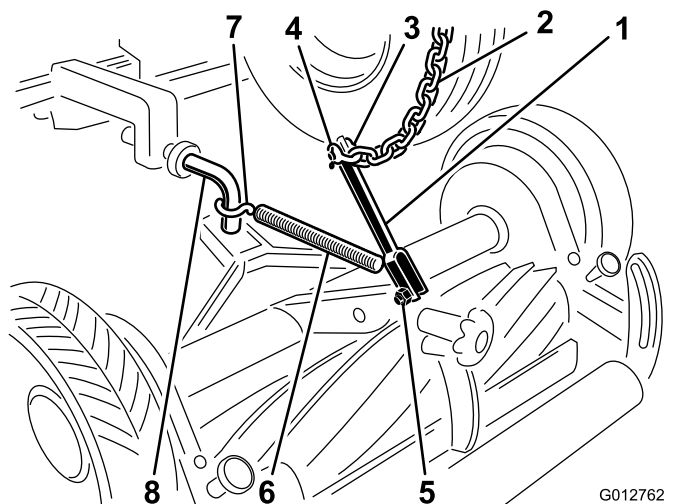

図 13
2. 昇降ブラケットを #1 昇降チェーン後ろ中央に固定する長いシャックル、クレビスピン、コッターピンを使用する 図 13。
3. 昇降ブラケットの下側取り付け穴を利用して、昇降ブラケットをモアの取り付けブラケットに固定するキャップスクリュー $\frac{3}{8}$ x $1\frac{1}{2}$ "とロックナット $\frac{3}{8}$ "で 図 13 のように固定する。
4. 昇降ブラケットの上側取り付け穴にスプリングの一端を引っ掛け、他端は S フックを使って昇降ベイルに取り付ける 図 13。